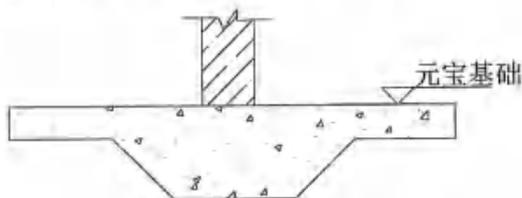

图11-2 元宝基础
(1) 在没有地下室且没有基础联系梁的情况下，直接在室内地面上做隔墙时，需要做一个元宝基础。首先明确首层砌体墙位置，在砌体墙位置处挖一个元宝形条形基础，此基础无须配筋，并随着地面浇筑时一次性浇筑成型，即形成了一个无筋混凝土的条基即元宝基础，如图11-2所示。